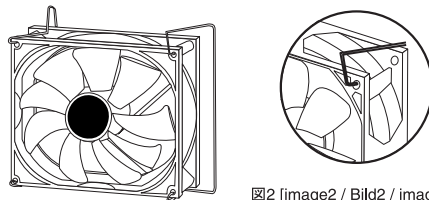

図2 [image2 / Bild2 / image2]
- 2 本製品に同梱されている120mmクーラーファンに、付属の取り付け金具の爪部分をクーラーファンのネジ穴部分に抜けないようにしっかり挿し込んで下さい。(図2参照)
Schieben Sie nun die jeweilige Spitze der Lüfterklemme in die Löcher des mitgelieferten 120mm Lüfters, wie auf dem Bild 2 gezeigt wird.